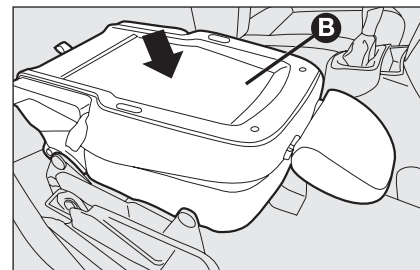

fig. 22
- ☐ luego intervenir en el respaldo **B**-fig. 22 presionándolo hacia abajo: el asiento queda totalmente replegado sobre sí mismo en la posición “mesita”;